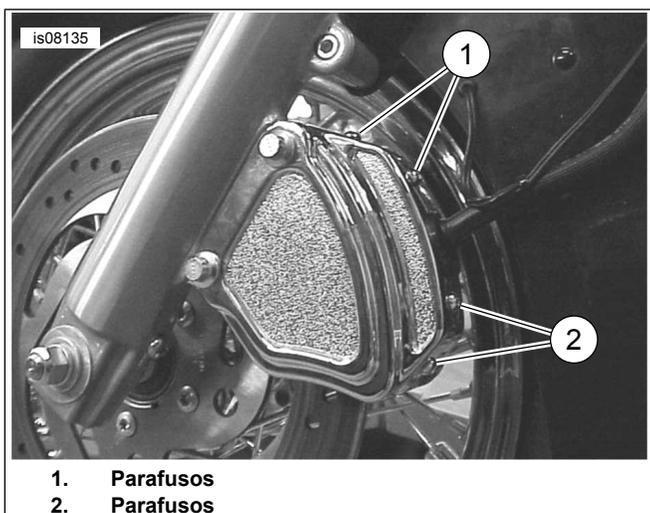

Figura 3. Instalação dos parafusos da tampa do câliper
7. Veja Figura 3. Instale quatro parafusos com as arruelas onduladas através da tampa externa e na tampa interna.